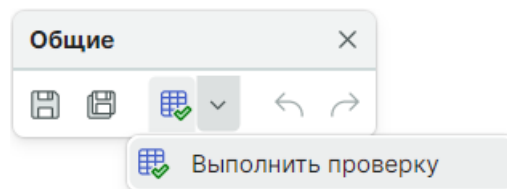

Рис. 296 Запуск операции проверки компонента
6. Выполните проверку компонента, см. Рис. 296: